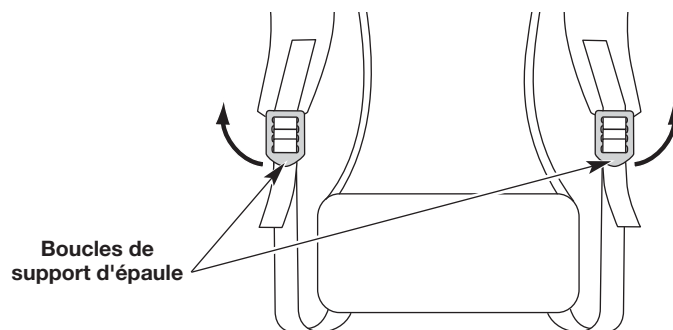

Fig. 11
1. Tirez les languettes de la partie inférieure des boucles de support d'épaule vers le haut afin de desserrer les supports d'épaule (Fig. 11).